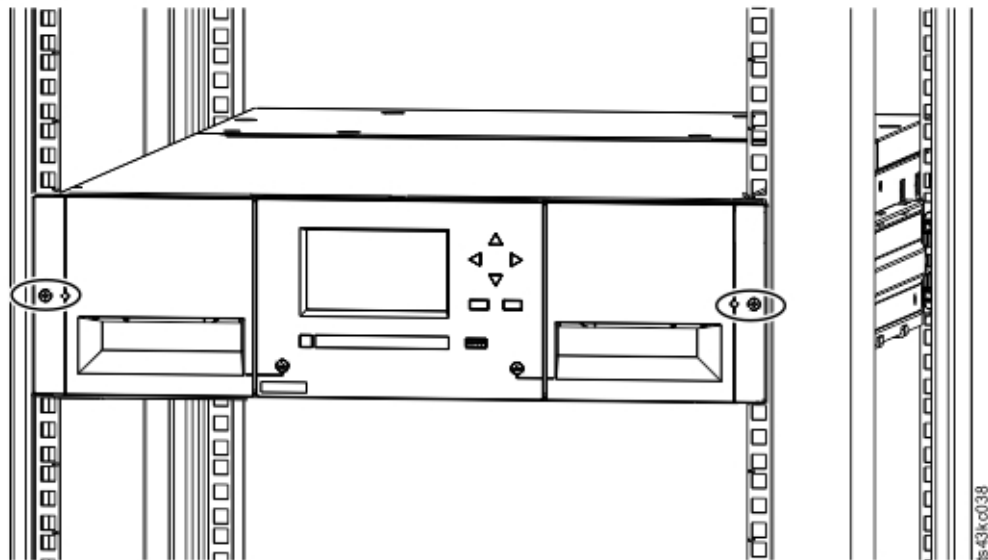

Figura 42. Biblioteca en el bastidor
5. Con un destornillador de estrella, atornille ligeramente el módulo a la parte frontal del bastidor, un tornillo en cada lado. Consulte las áreas en círculo en Figura 42 en la página 63.